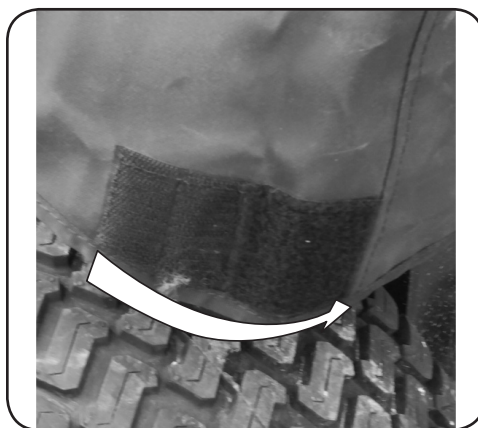

Figure 3-18
10. Fixez les deux sangles en velcro aux coins arrière de la cabine. Voir Figure 3-18.